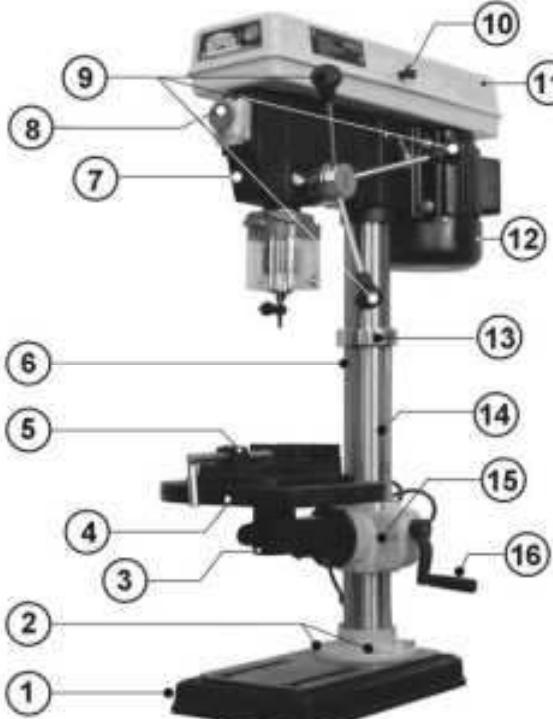

Рис. 1
Станок состоит из следующих сборочных единиц и деталей, Рис.1:
### 9. СБОРКА И РЕГУЛИРОВКА, Рис. 1- 7
9.6. Аккуратно установите на колонну (6) шпиндельную головку (7). Поворачивая шпиндельную головку (7) на колонне (6), убедитесь, что она села до упора, зафиксируйте её на колонне (6) двумя винтами, Рис.1.
9.7. Установите рукоятки (9) как показано на Рис.1
9.9. Установите и закрепите ручку (10) на защитном кожухе (11), Рис.1.